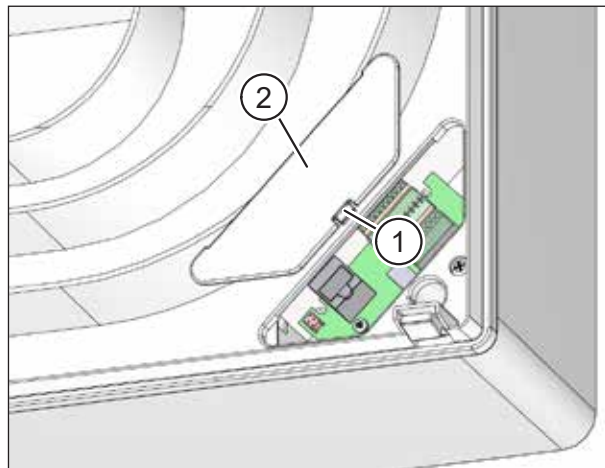

Abb. 23: Netzwerkdeckel abnehmen
- ▶ Drücken Sie den Rasthaken (Pos. 1 in Abb. 23) des Netzwerkdeckels leicht zur Gerätemitte und heben Sie den Netzwerkdeckel ab.